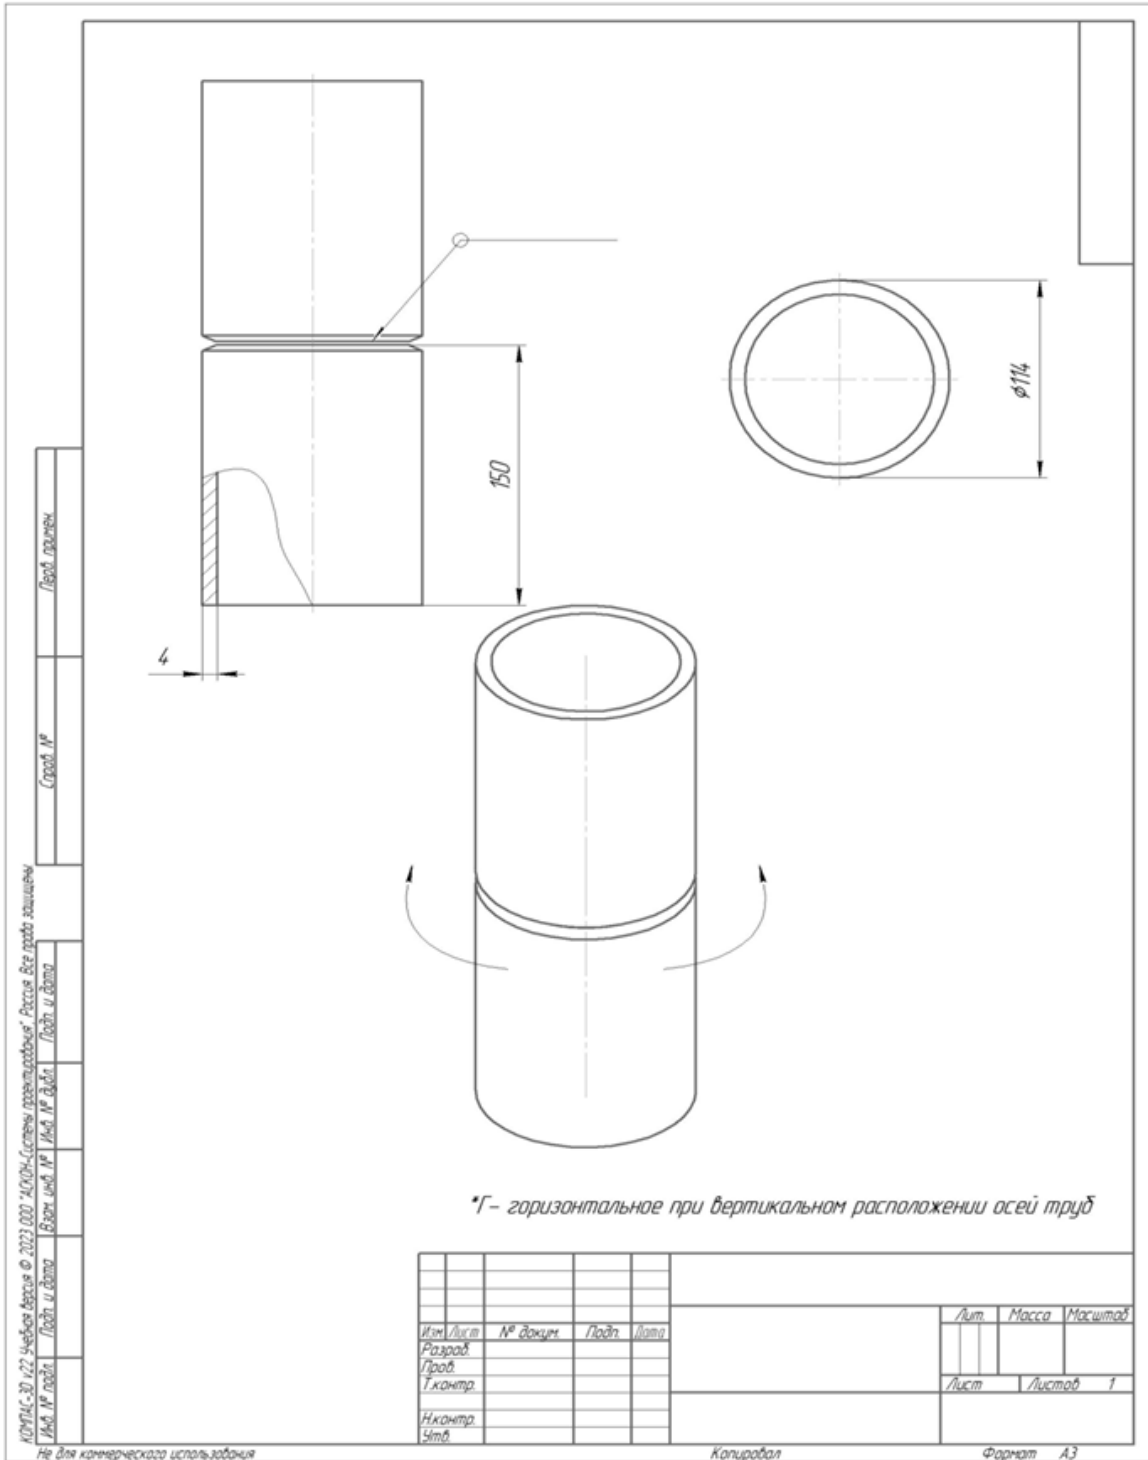
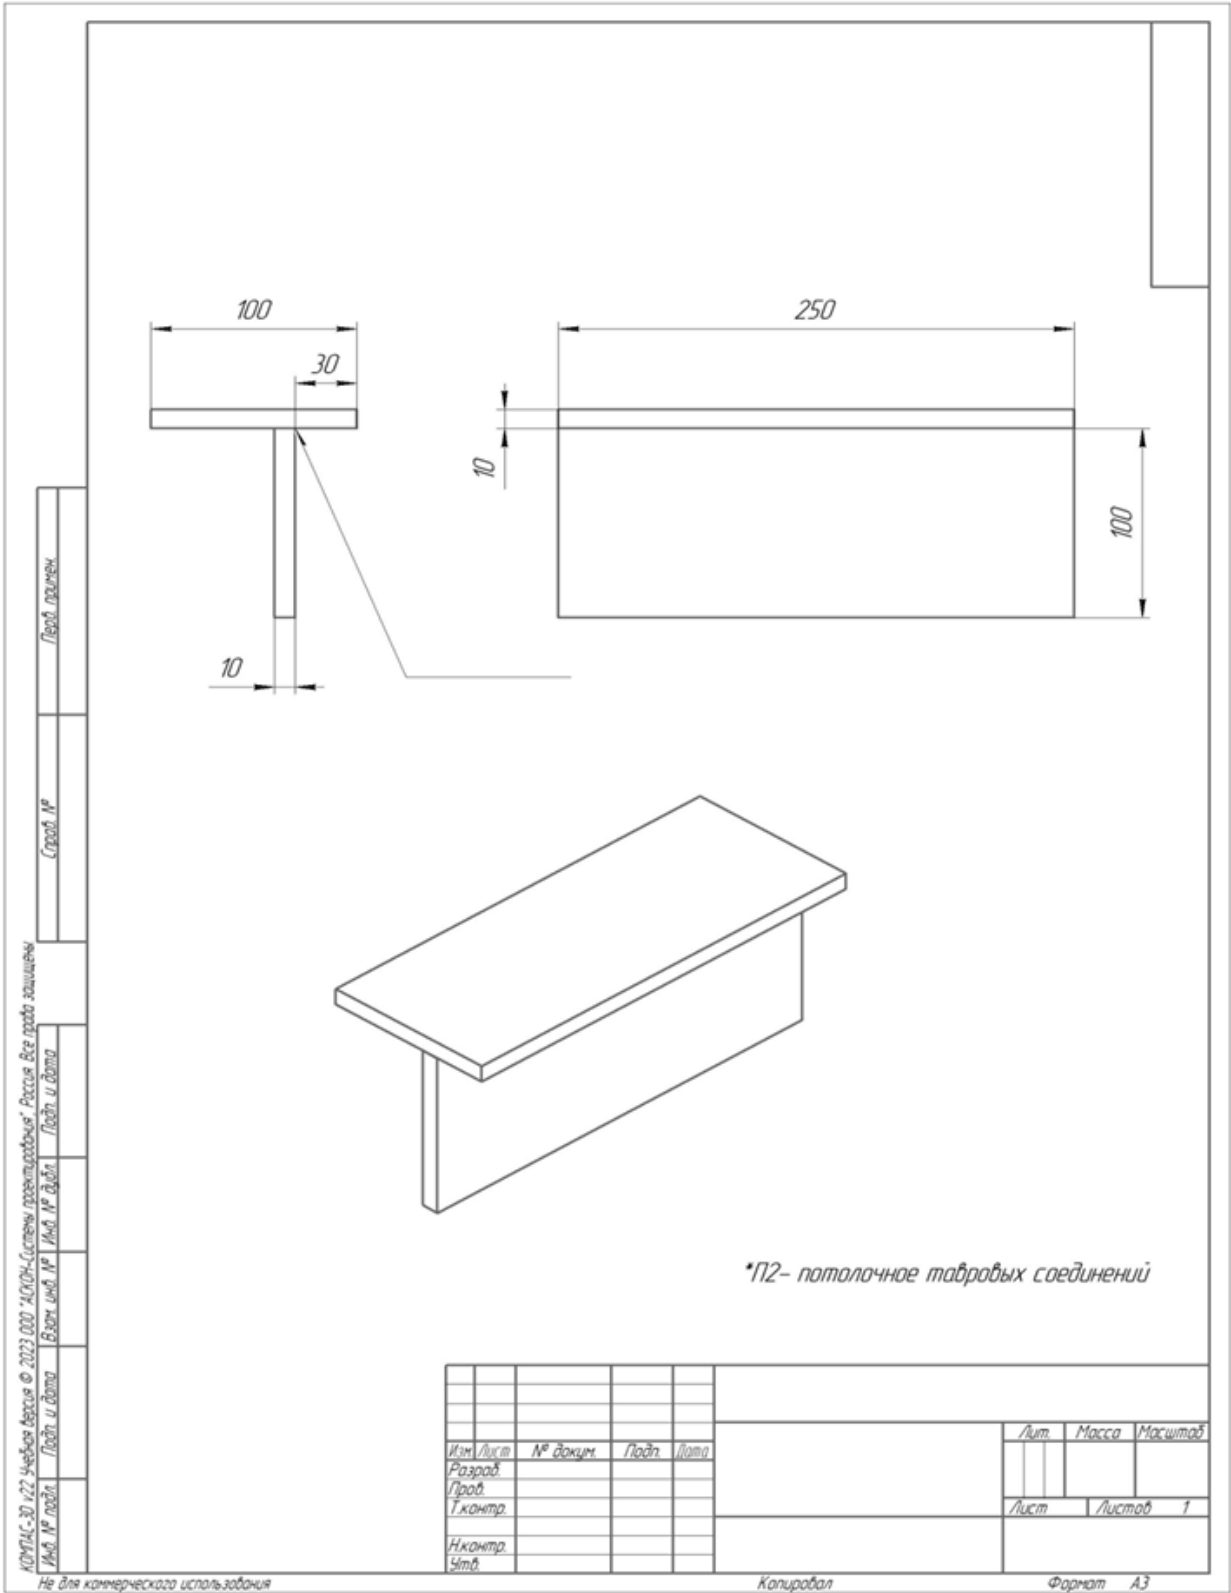

Рисунок 1. Сварное соединение со скосом двух кромок.
Рисунок 2. Сварное соединение тавровое без скоса кромок.
- 2) тип соединений: сборочный чертеж № 1 (рисунок 1) стыковой шов со скосом двух кромок; сборочный чертеж № 2 (рисунок 2) одностороннее тавровое соединение без скоса кромок;